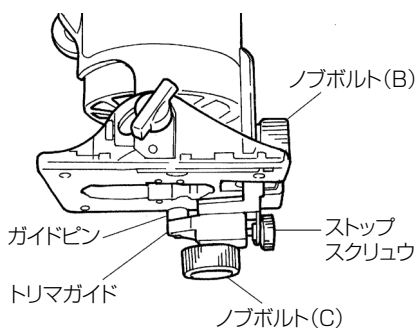

図 12
- (1) トリマガイドをノブボルト(B)によりベースに取付けます。(図 12)
- (2) トリマガイドの上下調節はノブボルト(B)をゆるめて移動します。
- (3) ガイドピンの調整はノブボルト(C)をゆるめ、ストップスクリュウを回転させて行います。(図 12)